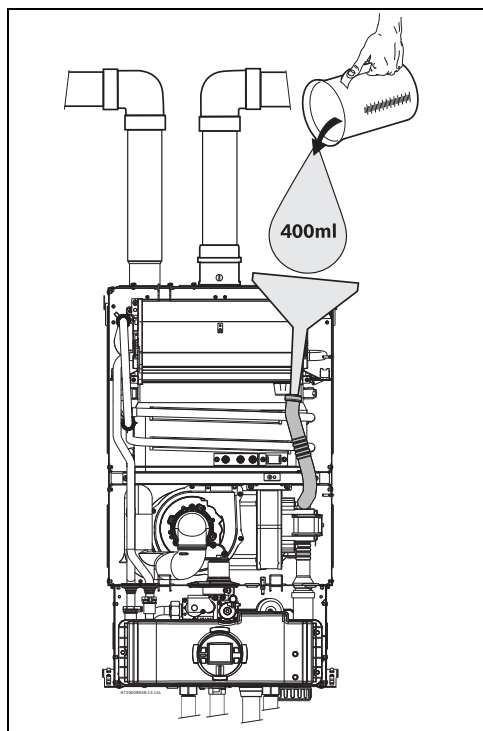

Fig. 60 Llenado del depósito de agua después de la instalación
- Llenar el depósito de aguas condensadas con aproximadamente 400ml de agua a través del tubo de condensados. Para evitar daños en el aparato utilice un embudo en la extremidad del tubo (consultar Fig. 60).
- Colocar la caja electrónica en la posición de "Mantenimiento", encajando las aletas en los orificios de la chapa metálica inferior de la caja estanca (consultar Fig.60).